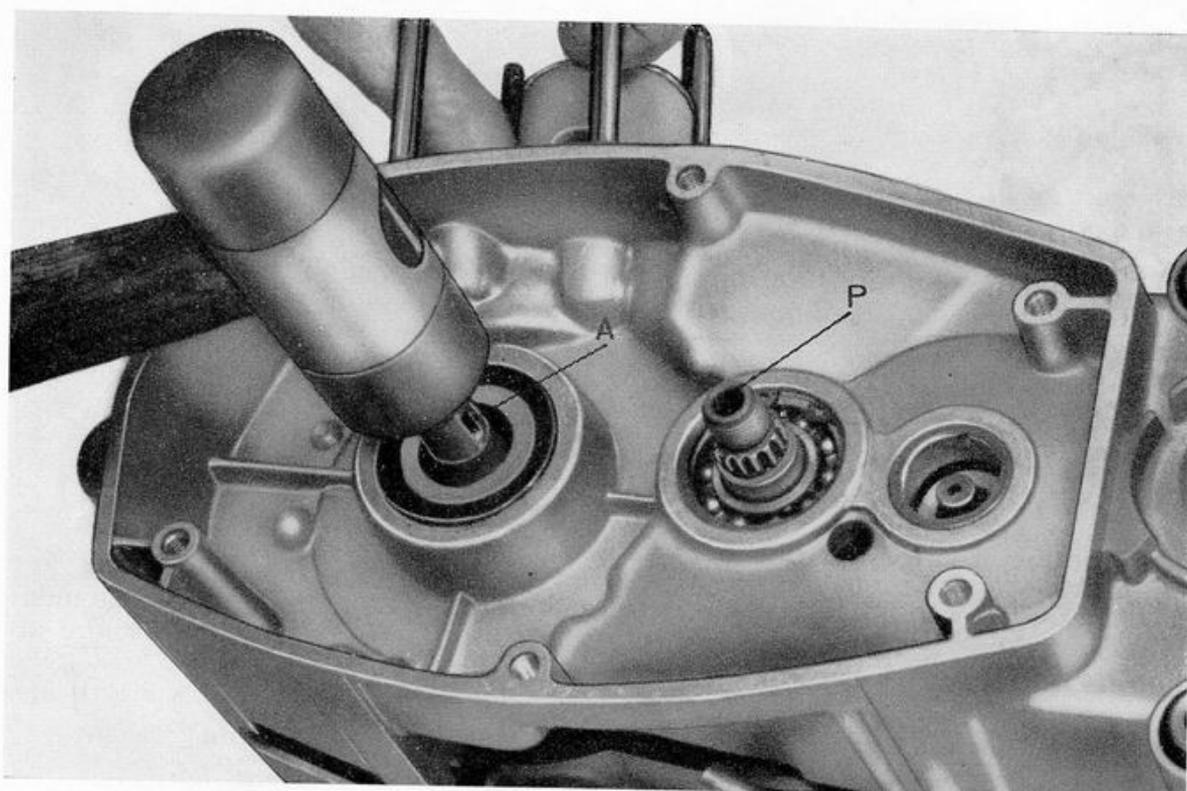

Fig. 8 - Come separare i due semicarters.
- 12 Fig. 8 - Dal semicarter destro togliere le 9 viti (V2) di unione dei semicarters e con mazzuola battere alternativamente sull'estremità dell'albero motore A e dell'albero primario P, sino ad ottenere la separazione dei due semicarters.